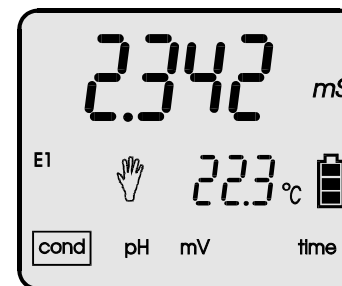

Imagen 25.
- Lea el valor de medición una vez estabilizado (imagen 25).